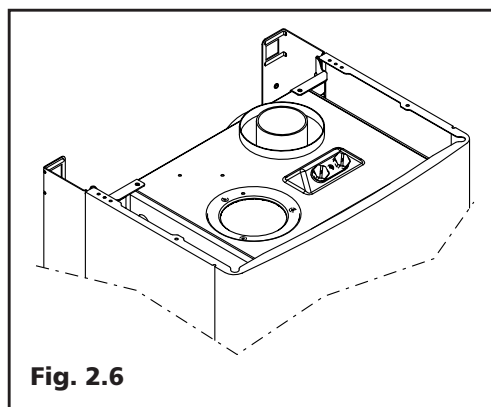

Fig. 2.6
2.5 Scatola aria (versioni C.S.I./R.S.I.) (Fig. 2.6)